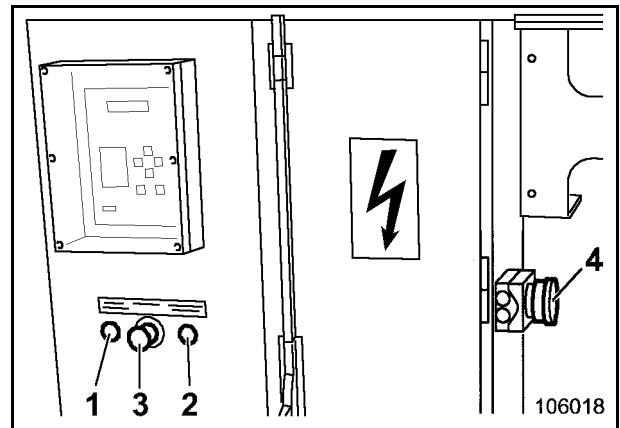

Fig. 2-51:
- Die Kontrollleuchte (1, Fig. 2-51:) leuchtet auf.
- Die Kontrollleuchte (1, Fig. 2-51:) erlischt.